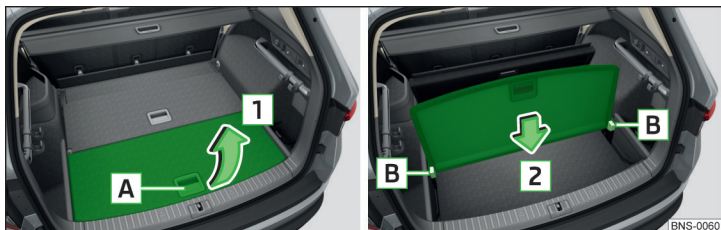

Fig. 141 Division du coffre à bagages
- Pour **diviser** le coffre, soulevez la plaque arrière du sol de chargement variable par la poignée **A** dans le sens de la flèche **1** et insérez-la dans les rainures derrière les goujons de guidage **B** dans le sens de la flèche **2** » fig. 141.